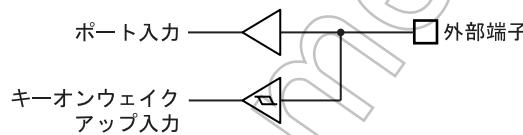

図 12-2 キーオンウェイクアップ入力とポート入力
- 注 3) キーオンウェイクアップ入力とポート入力は入力回路が別系統となりますので、入力電圧のしきい値がそれぞれ異なります。従って STOP モード起動前にポート入力によって確認した値は、キーオンウェイクアップ入力の検出レベルと異なる場合があります。(図 12-2)